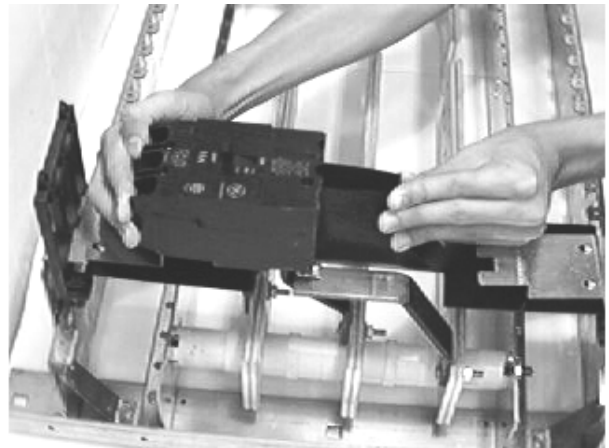

Figure 4. Installation du disjoncteur avec l'isolateur de phase B.
6. **Installer les disjoncteurs.** Mettre les disjoncteurs en position de manière à ce que les bornes du côté ON reposent sur les barrettes. Plier les rabats de l'isolateur vers le haut et les insérer dans les rainures opposées dans l'habitacle du disjoncteur entre les phases, tel que montré à la Figure 4. Fixer les vis captives dans les bornes de disjoncteur aux trous filetés correspondants dans les barrettes et serrer à 35 lb.-po. (Il se peut que les barrettes aient besoin d'ajustements mineurs pour obtenir un alignement correct dans les trous.) À chaque disjoncteur, glisser le soutien de montage de disjoncteur le plus élevé jusqu'à ce que le rebord d'acier sous l'habitacle du disjoncteur soit entièrement mis en prise avec la section dentelée du soutien, serrer alors les vis de soutien de montage à 18 lb.-po.